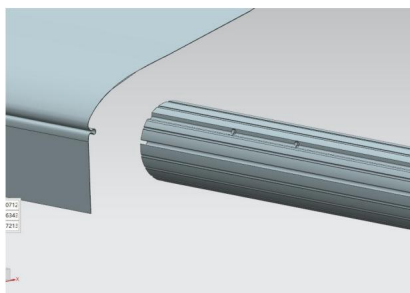
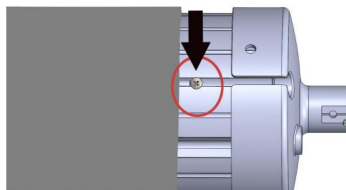
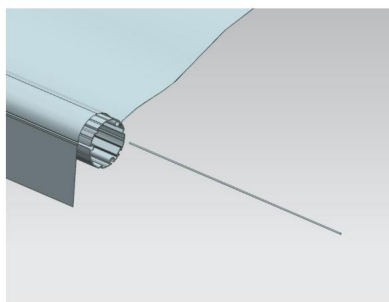

Figura C12
Figura C13
Figura C14
3.5 Aprire il tessuto, inserire il tessuto nella fessura del tubo avvolgitore, quindi inserire il l'estremità anteriore del tessuto in un'altra fessura sul tubo del rotolo, quindi fissare la vite B a per evitare che il tessuto si muova, quindi inserire la striscia di tessuto nella fessura. Ultimo inserimento la cintura ad anello alla striscia. (Figura C12, Figura C13, Figura C14, Figura C15)